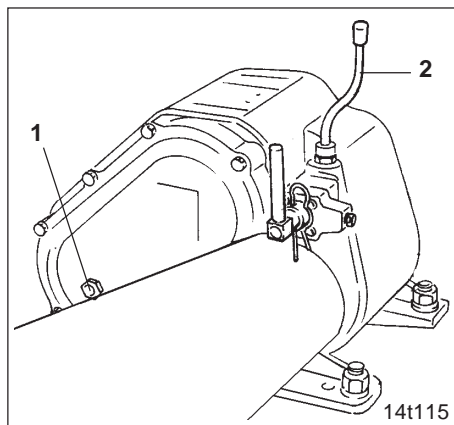

Fig. 19.1
Der Ölstand im Zweigang-Schalthauptgetriebe (Fig. 19.1) ist immer bei waagrecht stehendem Kreiselgrubber zu kontrollieren. Der Ölspiegel muß im Ölkontrollauge (Fig. 19.1/1) sichtbar sein.
Neues Getriebeöl durch den Entlüftungskanal (Fig. 19.1/2) dem Getriebe zuführen.
**Das Zweigang-Schaltgetriebe hat einen Entlüftungskanal mit Entlüftungsschraube (Fig. 19.1/2). Die Entlüftung muß stets gewährleistet sein, da das Getriebe sonst undicht werden kann!**